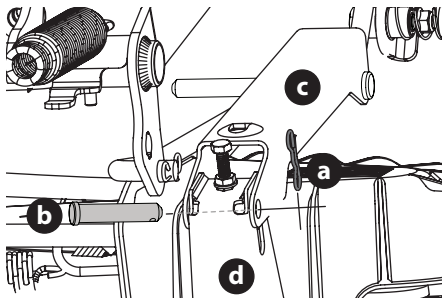

Fig. 44
- a. Retirez les deux goupilles papillon (a) des axes de chape (b) qui fixent les supports du bras de levage (c) aux supports de levage du plateau arrière (d) sur le plateau. Retirez les axes de chape (b) (Fig. 44).